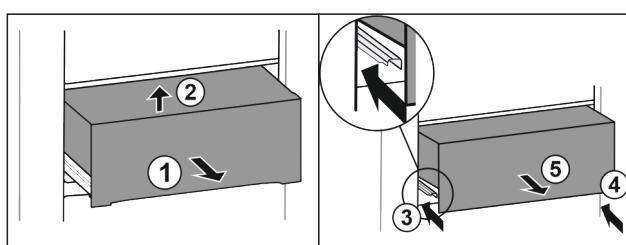

Fig. 36
- Вытяните выдвижной ящик наполовину Fig. 36 (1).
- Приподнимите спереди Fig. 36 (2).
- Вставьте левую направляющую Fig. 36 (3).
- Вставьте правую направляющую Fig. 36 (4).
- Извлеките выдвижной ящик движением вперед Fig. 36 (5).